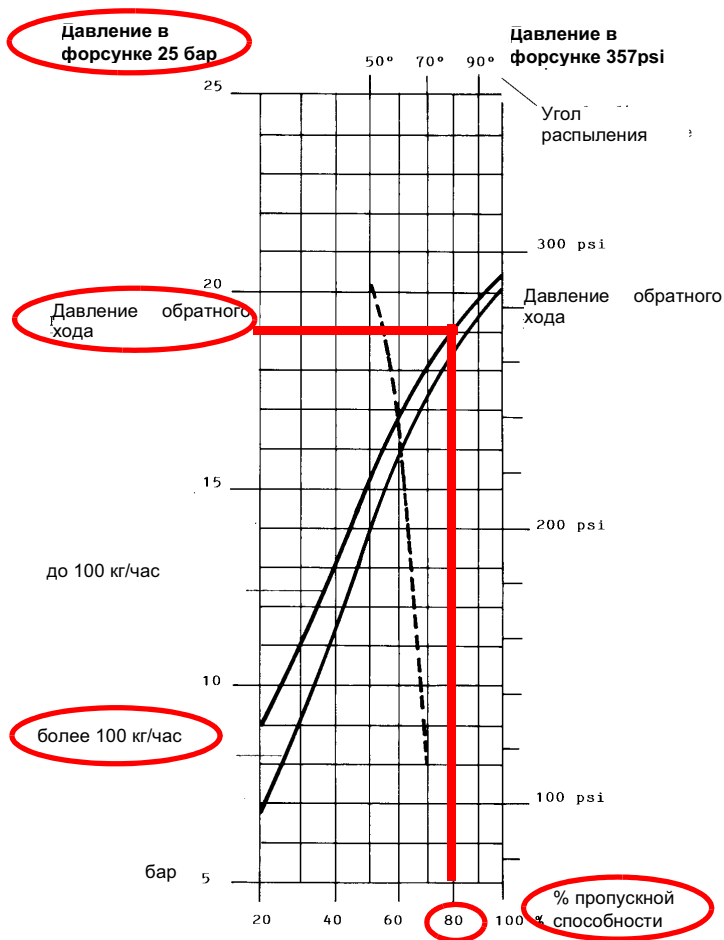
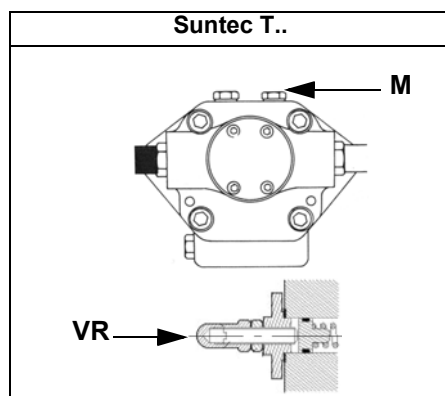
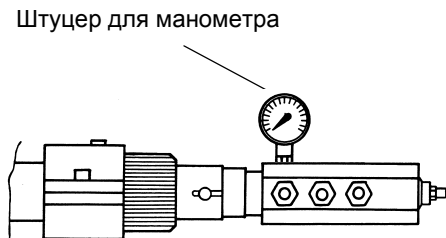

Рис. 21
Рис. 23
Рис. 24
Расход дизельного топлива регулируется за счет выбора форсунки (противопоточного типа), соответствующего мощности котла и типу применения размера, а также регулировки давления на прямом и обратном ходе жидкого топлива, согласно данных, указанных в таблице и на графике на Рис. 21 (для считывания давления - читайте последующие параграфы).
Пример : 80% номинального расхода на форсунке можно получить, если установлены форсунки с расходом более 100 кг/час, при давлении на обратном ходе примерно равном 18 бар (см. график на Рис. 21).
- 3 выпустить воздух со штуцера (**M**) манометра насоса (Рис. 23), расслабив слегка заглушку, но не снимая ее; затем отпустить контактор;
- 9 Давление питания форсунки уже отрегулировано заранее на заводе-изготовителе и не должно изменяться. Только в случае необходимости, отрегулировать давление питания (см. соответствующий параграф) следующим образом: установить манометр в положение, указанное на Рис. 24, воздействовать на регулировочный винт **VR** насоса (см. Рис. 23) до получения на форсунке давления в 25 бар (форсунки Fluidics или форсунки Vergonzo- см. графики на Рис. 21 -Рис. 22);
- 13 Смещать кулачок IV (малое пламя на мазутном топливе) в сторону минимальной мощности, с тем, чтобы сервопривод начал закрываться, до тех пор, пока два подшипничка не совместятся с регулировочным винтом, относящимся к самой низкой точке: закручивать винт **V2** для увеличения расхода, откручивать - для уменьшения, с целью получения значения давления, как на графике на Рис. 21-Рис. 22, на основании требуемого расхода.